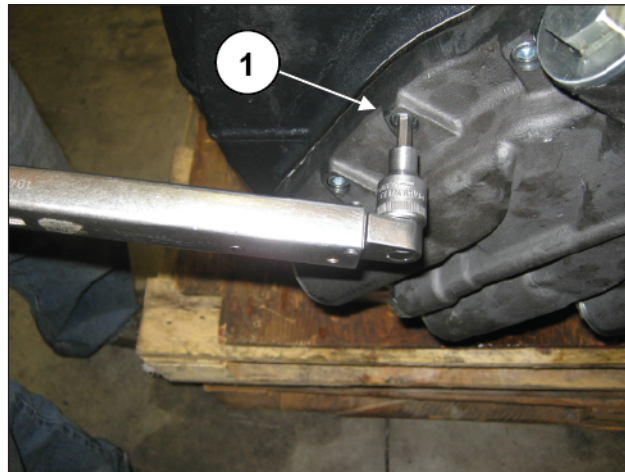
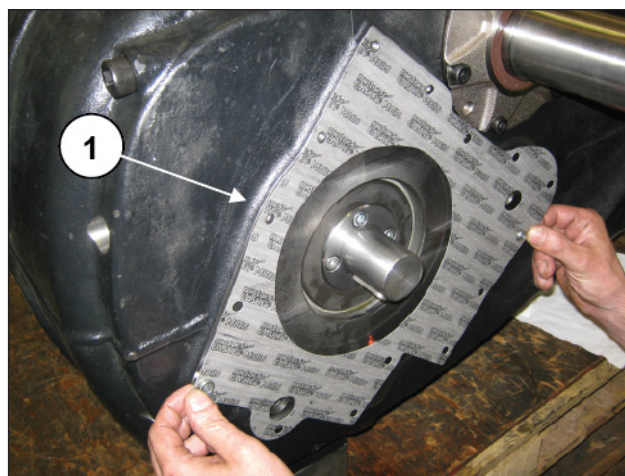

图 21
图 22
拧松相应的螺栓来拆下油泵体（①，图 21）。取出扁平垫圈，如有必要则更换它（①，图 22）。